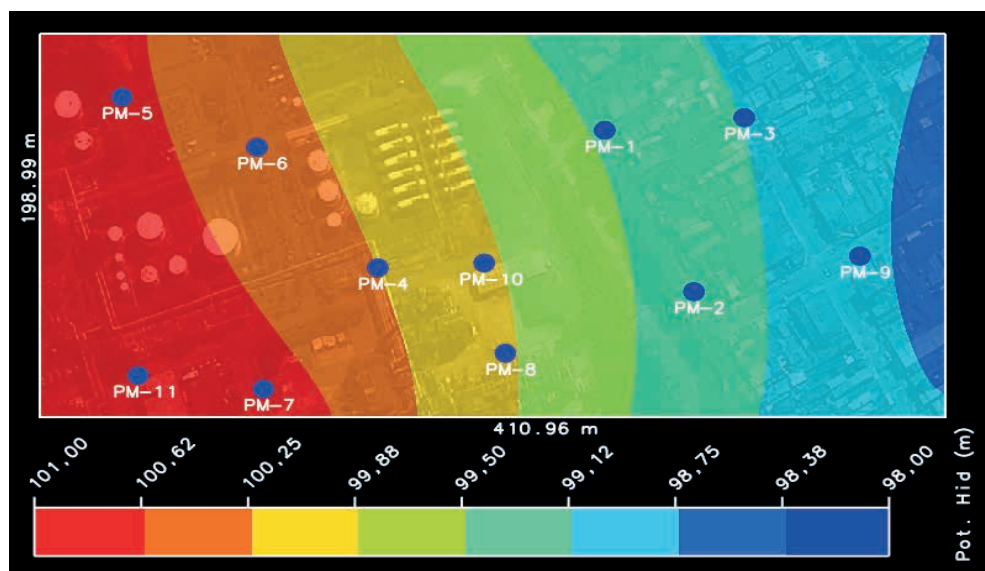

Figura 3.16 Mapa potenciométrico da área de estudo.
- Mapa Potenciométrico: O mapa potenciométrico, localizado logo após o mapa de grade, permite visualizar a variação do potenciométrico ao longo da área de estudo (Figura 3.16).